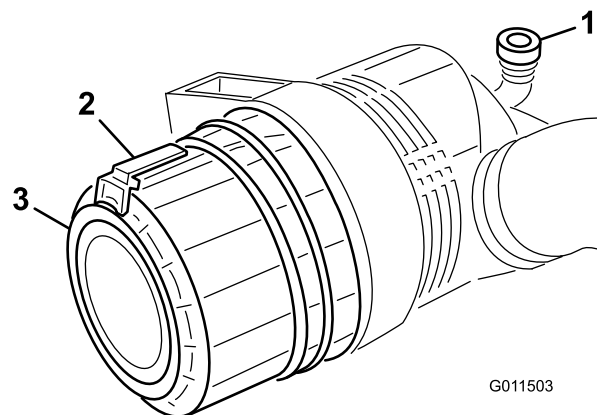

Figura 47
1. Tire hacia fuera del enganche y gire la tapa del limpiador de aire en el sentido contrario a las agujas del reloj (Figura 47).
7. Instale la tapa orientando la válvula de salida de goma (Figura 47) hacia abajo – aproximadamente entre las 5:00 y las 7:00, visto desde el extremo. Cierre el enganche.